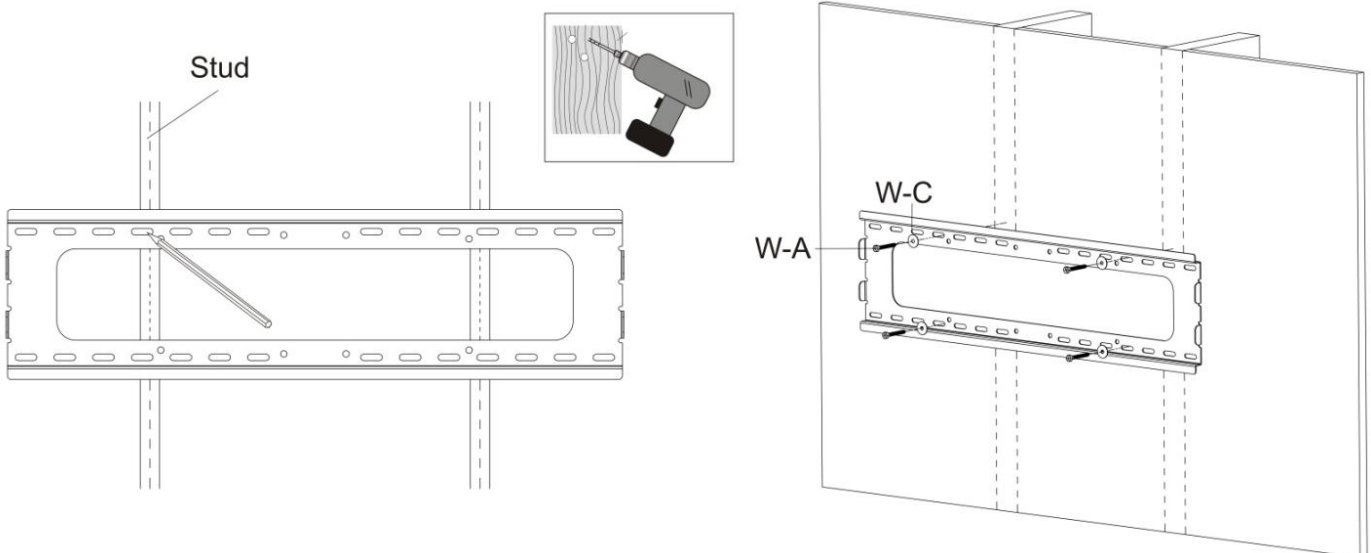

Abb. 2
- 3) Bohren Sie nun vier Löcher mit einem Durchmesser von 3 mm und einer Tiefe von 30 mm. Befestigen Sie die Wandplatte mit vier Sechskantschrauben (W-A) und vier M6-Unterlegscheiben (W-C) (siehe Abb.2).